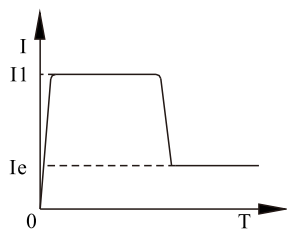

图 8
- f) 运行过载保护时间：以设置项P7最大工作电流为基准作反时限热保护，脱扣保护时间曲线如图8。
- b) 图 8 为限电流起动模式的电机电流变化波形。其中 $I1$ 为设定的起动力限流量, 当电机起动时, 输出电压迅速增加, 直到电机电流达到设定的限流值 $I1$, 并保持电机电流不大于该值, 然后随着输出电压的逐渐升高, 电机逐渐加速, 当电机达到额定转速时旁路接触器吸合, 输出电流迅速下降至电机额定电流 I_e 或以下, 起动过程完成。